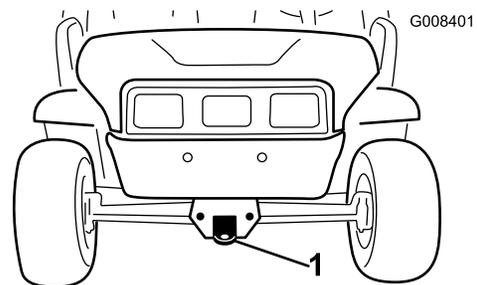
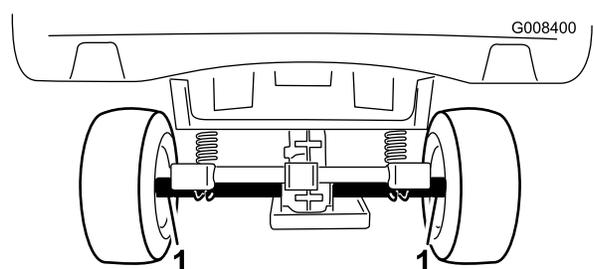

図 22
図 23
長距離を搬送する場合には、機体と同じ幅のランプ板のついたトレーラを使用してください。その場合、車体をトレーラに確実に固定して輸送してください。ロープ掛けのポイントについては図 22 と 図 23 を参照してください。
2. 機体前部にある牽引トングにロープなどの牽引索を取り付ける **図 22**。